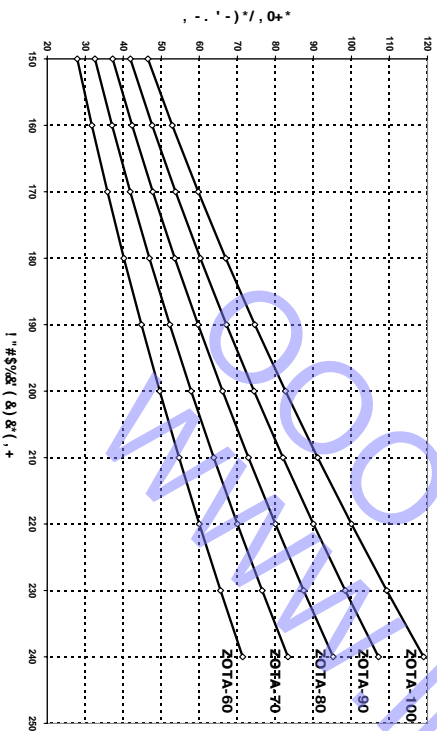

Рис. 11 График изменения мощности электроводонагревателя в зависимости от питающего напряжения
1.3. Электроводонагреватель предназначен для работы в 3-х фазных сетях переменного тока напряжением 380 В, частотой 50 Гц с глухозаземленной нейтралью. Номинальное напряжение между нулем и каждой фазой 220В ± 10% т.е. от 200В до 240В. Электроводонагреватель сохраняет работоспособность в диапазоне питающих напряжений от 160 до 240 В, что достигается использованием импульсного источника питания. При питании пониженным напряжением мощность водонагревателя значительно снижается (см. приложение 3, Рис.11).